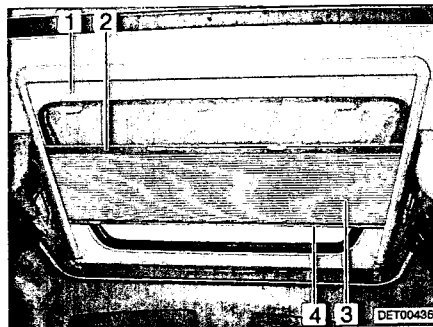

Bild 17 Dachfenster
**Faltverdunklung** Die faltverdunklung (Bild 17,3) ist mit dem Insektenschutz (Bild 17,1) fest verbunden.
- Die faltverdunklung in der Mitte des Abschluss-Stabes (Bild 17,4) fassen und vorsichtig nach unten ziehen.
- Die faltverdunklung am Abschluss-Stab (Bild 17,4) langsam zurückführen.
- Den Insektenschutz in der Mitte des Abschluss-Stabes (Bild 17,2) fassen und vorsichtig ganz nach unten ziehen.
- Den Insektenschutz am Abschluss-Stab der faltverdunklung (Bild 17,4) langsam zurückführen.